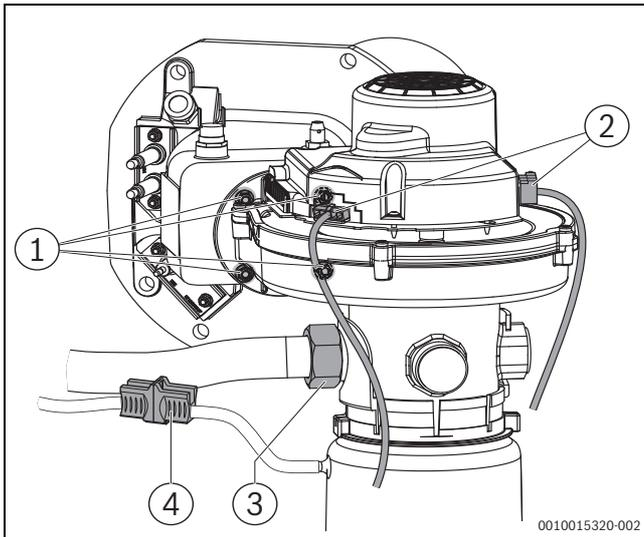

Fig. 63 Démontez les raccords électriques sur le ventilateur (puissances de chaudière 75-150 kW)
- ▶ Détacher les raccordements électriques sur le ventilateur (→ fig. 63, et 64).
- ▶ Détacher les connecteurs (→ fig. 63)
- ▶ Détacher les écrous-raccords sur le venturi (→ fig. 63, [3]).
- ▶ Retirer 4 écrous hexagonaux sur le coude de mélange (→ fig. 63).